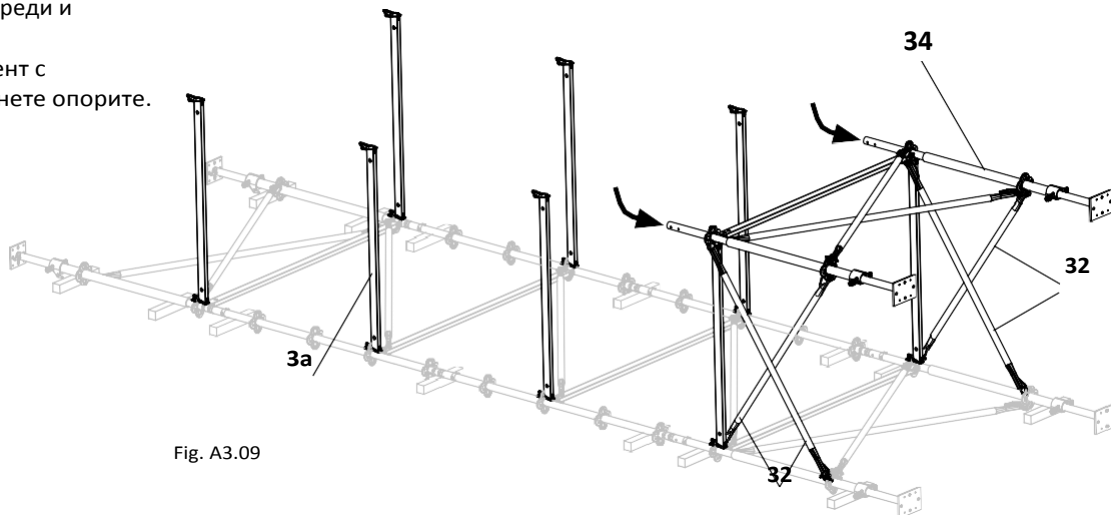

Fig. A3.09
4. Поставете готовия долен елемент (33) и го закрепете със заключващи щифтове.
6. Поставете готовия горен елемент (34) от втората рамка на УН греди и подпрете временно.
7. Закрепете горния елемент с диагонали (32). Премахнете опорите. (Fig. A3.09)